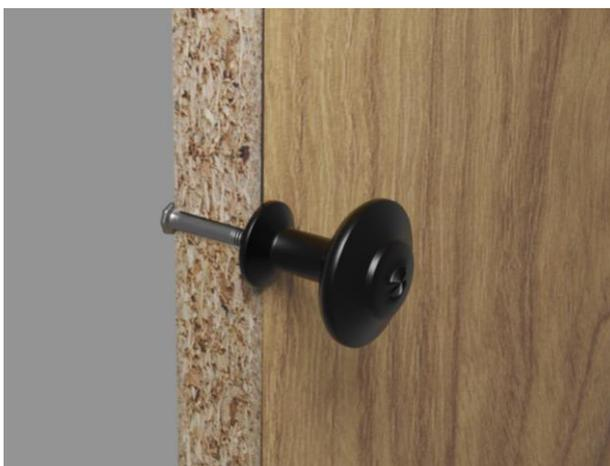

Abbildung 20
- Griffe oder Ähnliches, welches auf der Oberfläche der Platte aufliegend angeschraubt wird, sollte möglichst gleichmäßig und nicht zu fest angezogen werden, da es sonst zu Eindrücken in den Platten kommen kann (Abbildung 20).